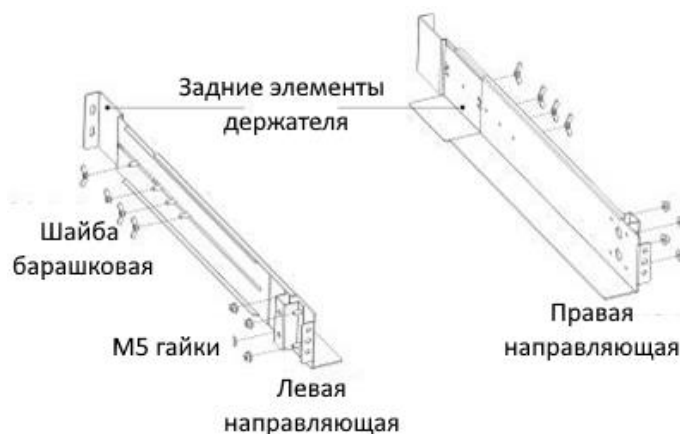

Рисунок 3. Крепление монтажного комплекта рельс
1. Установите левый и правый рельсы на задний элемент держателя (Рисунок 3). Не затягивая винты (барашки), отрегулируйте направляющие в соответствии с глубиной стойки.